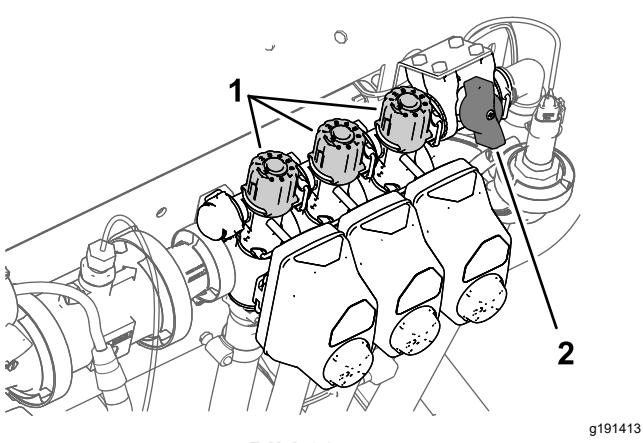

Bild 32
2. Stellen Sie den linken Abschnittsschalter ab und stellen das Handrad für das Abschnittssicherheitsventil (Bild 32) ein, bis die angezeigte Dosierung dem vorherigen Niveau gemäß der Tabelle entspricht.
4. Stellen Sie das Handrad für das rechte Abschnittssicherheitsventil (Bild 32) ein, bis die Dosierung gemäß der Tabelle am vorherigen Niveau liegt.
6. Stellen Sie das Handrad für das mittlere Abschnittssicherheitsventil (Bild 32) ein, bis die Dosierung gemäß der Tabelle am vorherigen Niveau liegt.